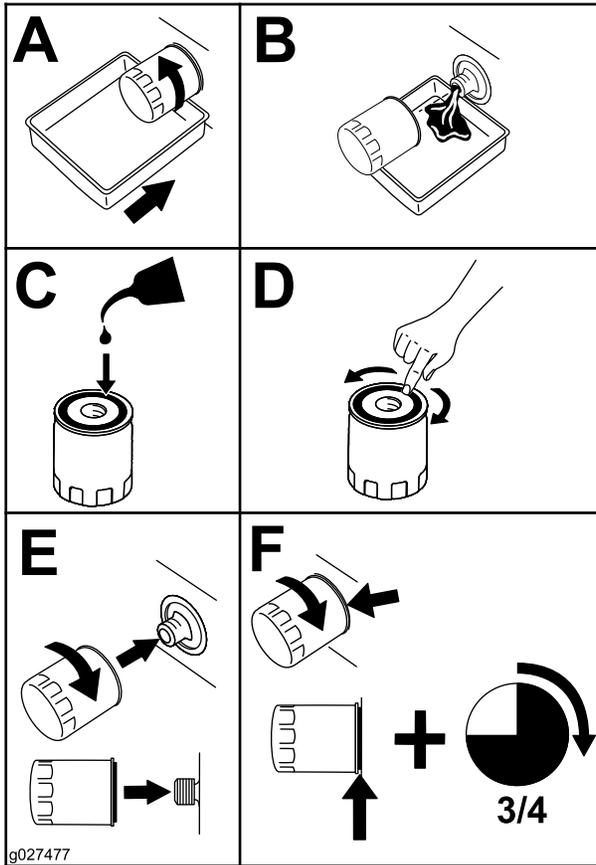

Figure 31
5. Remplacez le filtre à huile moteur (Figure 31).